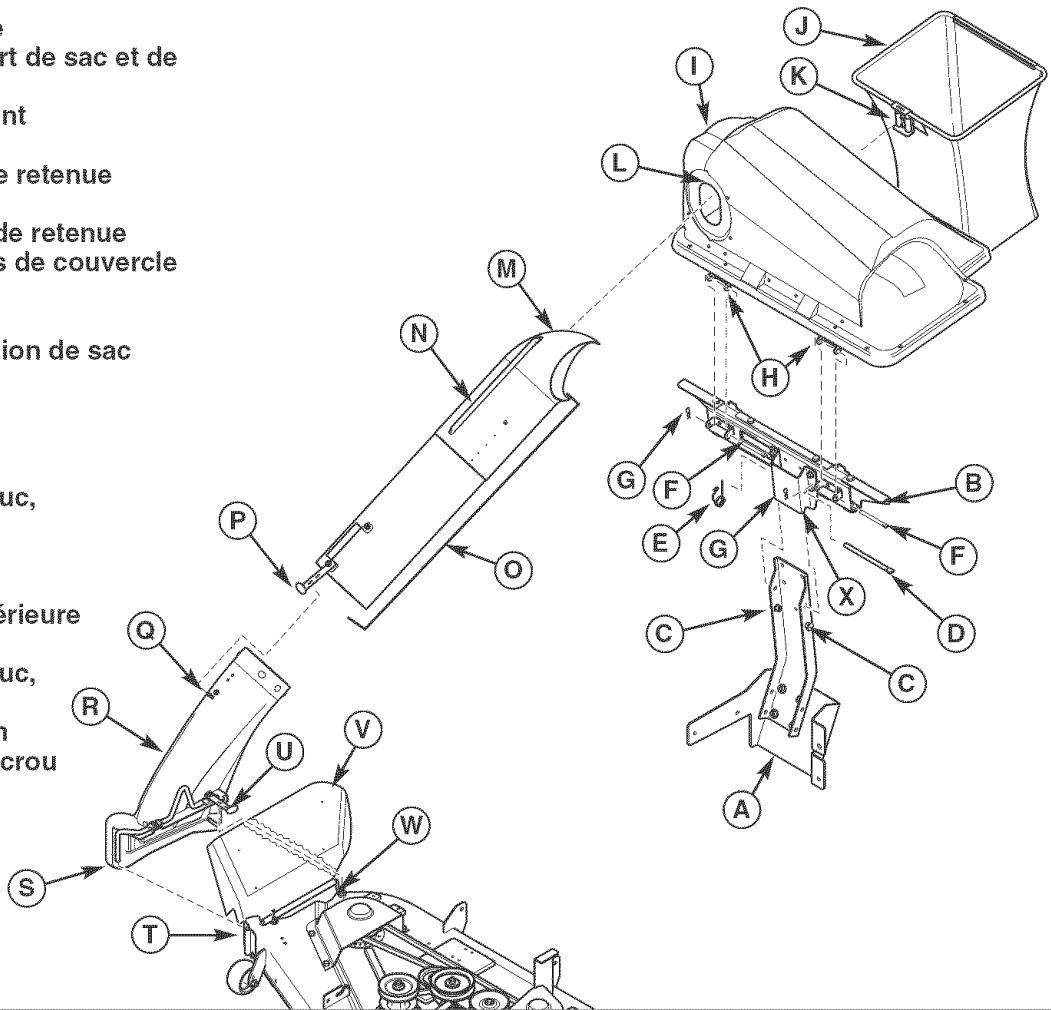

Figure 30. Installation normale et dépose
1. Attacher l'ensemble de support de sac et de couvercle (B, Figure 30) à l'ensemble de support d'attelage (A) en glissant la fixation de support (X) sur le support vertical jusqu'à obtention de plein contact de la fixation du support (X) avec les boulons à épaulement (C).
2. Insérer la goupille de fixation (D) dans la fixation du support (X) et le support vertical (A) comme il l'est indiqué.
3. Fixer la goupille de fixation (D) à l'aide du ressort de bague de retenue (E).
4. Attacher l'ensemble de couvercle (I) au support de sac (B) à l'aide des pivots de charnières du couvercle (H). Fixer l'ensemble de couvercle au support de sac à l'aide des pivots de charnière (F) et des ressorts de bague de retenue (G).
1. Déconnecter la sangle en caoutchouc (P, Figure 30) de la goupille (Q), puis retirer l'ensemble de tube (O) de la goulotte inférieure (R) et du couvercle (I).
2. Relever le couvercle (I) et retirer les sacs (J) de l'ensemble de support de sac et de couvercle (B).